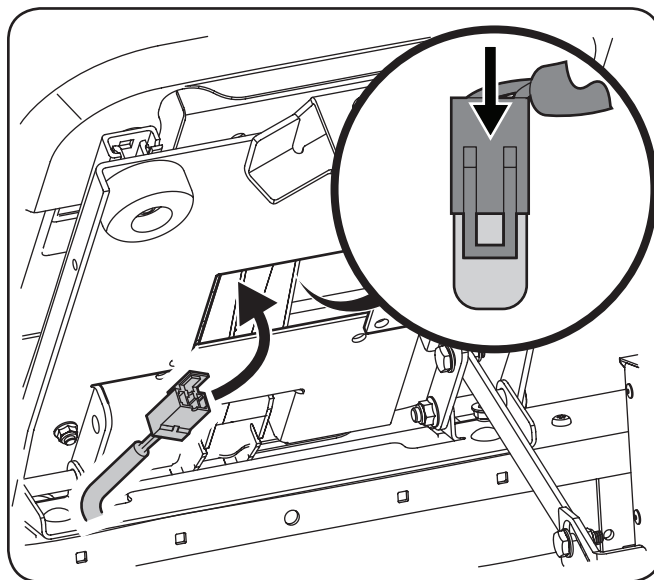

Figure 3-11
4. Insérez le câblage électrique sous le siège. Voir Figure 3-11.